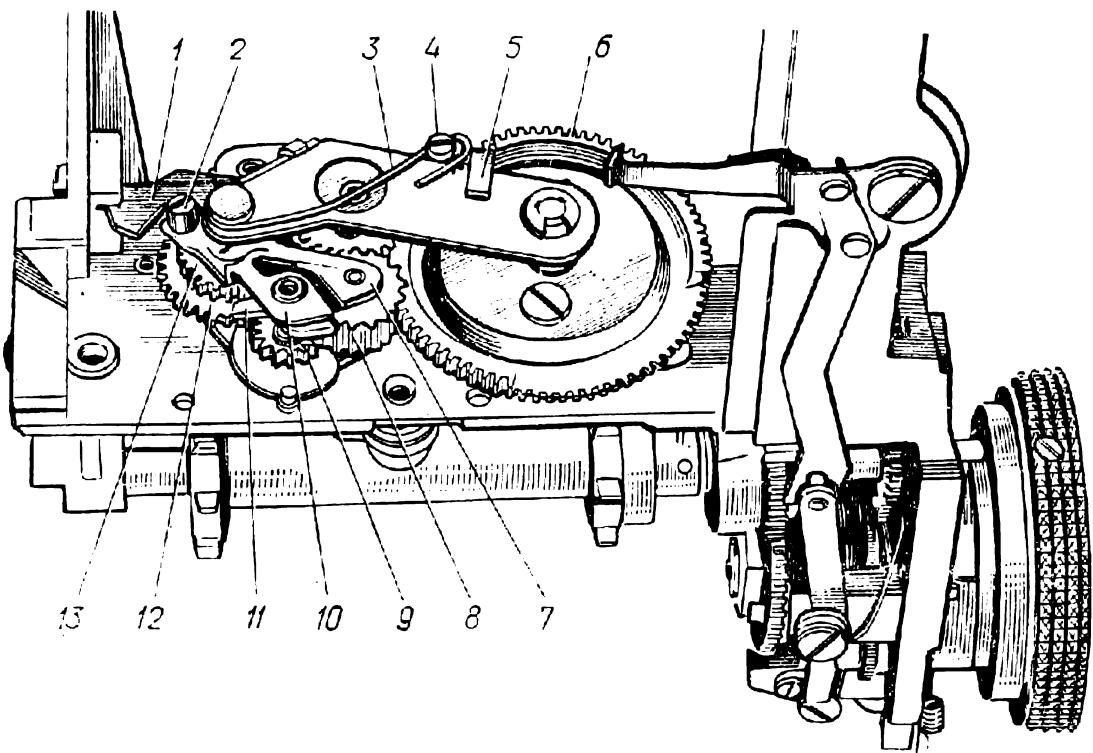

Рис. 26. Тормозной механизм затвора:
5.2.103. Выдержки 1/125, 1/250, 1/500, 1/1250 регулировать натяжением шторок, не превышая усилия 155 ± 5 гс (см. п. 5.2.68). Предварительно нужно снять экранную крышку согласно п. 4.9. При необходимости величину выдержек 1/2, 1/5, 1/10, 1/25, 1/50 регулировать, изменяя глубину зацепления анкера 11 (рис. 26) с анкерным колесом 7.